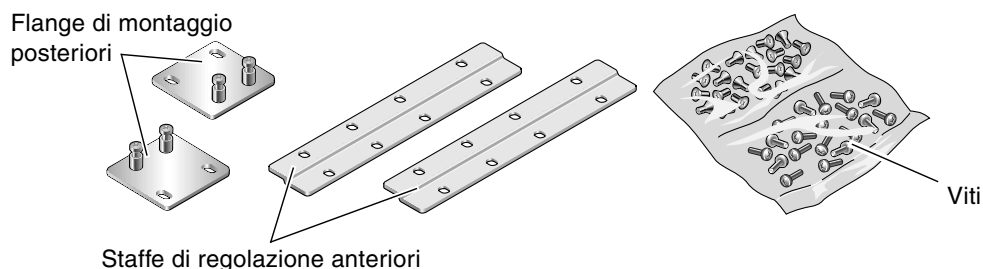

FIGURA 3-17 Contenuto del kit di montaggio fisso in rack da 600 mm a 4 montanti
6. Prendere le staffe di regolazione anteriori per rack da 600 mm dal kit (FIGURA 3-17).
10. Prendere le due flange di montaggio posteriori dal kit (FIGURA 3-17).